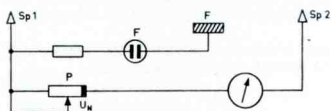

Abb. 1: Prinzipschaltung des Gerätes als Voltmeter $R_i = 50\,000 \Omega$ und Spannungssucher.
1. Überprüfung der Außenleiter auf richtigen Anschluß (Abb. 1 a).